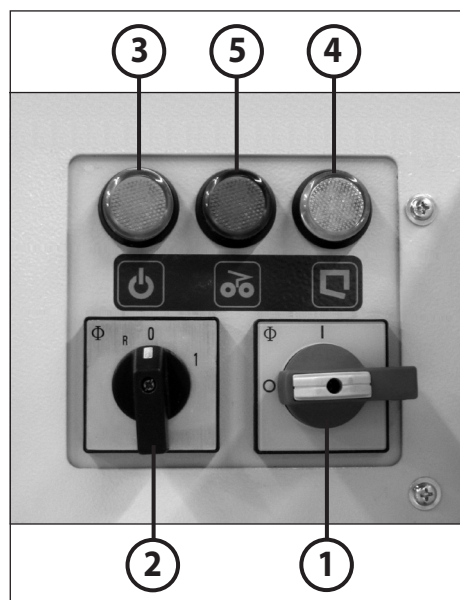

fig. 11
1. Inserire l'interruttore principale (1) (fig. 11) (pos. „1“).
2. Ruotare l'interruttore rotante (2) in pos. „1“ (fig. 11).
ELEMENTI DI COMANDO DEL DISTRUTTORE DI DOCUMENTI**ELEMENTI DI COMANDO (fig. 11):****1 = Interruttore principale (arresto d'emergenza)**